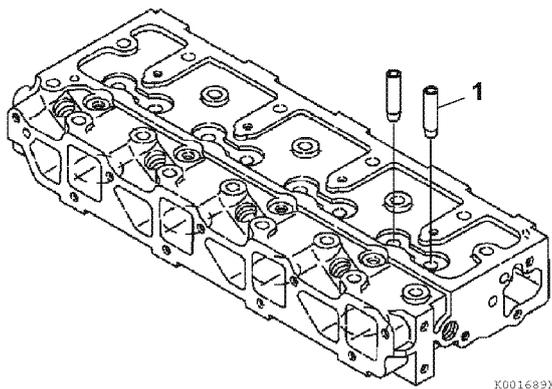

Figure 6-30
2. Immédiatement après avoir retiré les guides de soupape du congélateur, insérez-les (1, **Figure 6-30**) dans leur position correcte.